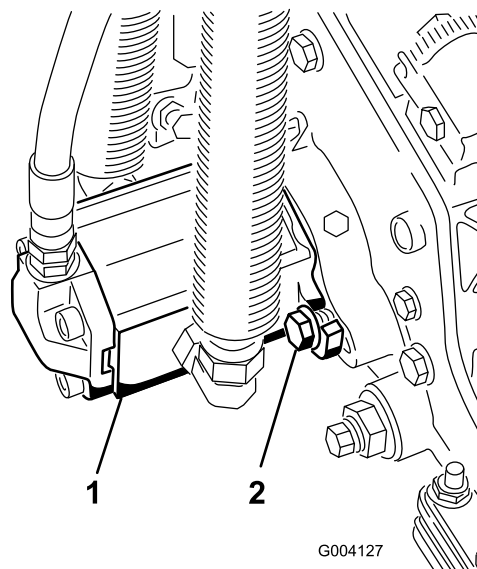

Figura 15
11. Instale el motor girándolo en el sentido de las agujas del reloj de modo que las bridas del motor no choquen con los tornillos de caperuza (Figura 15).